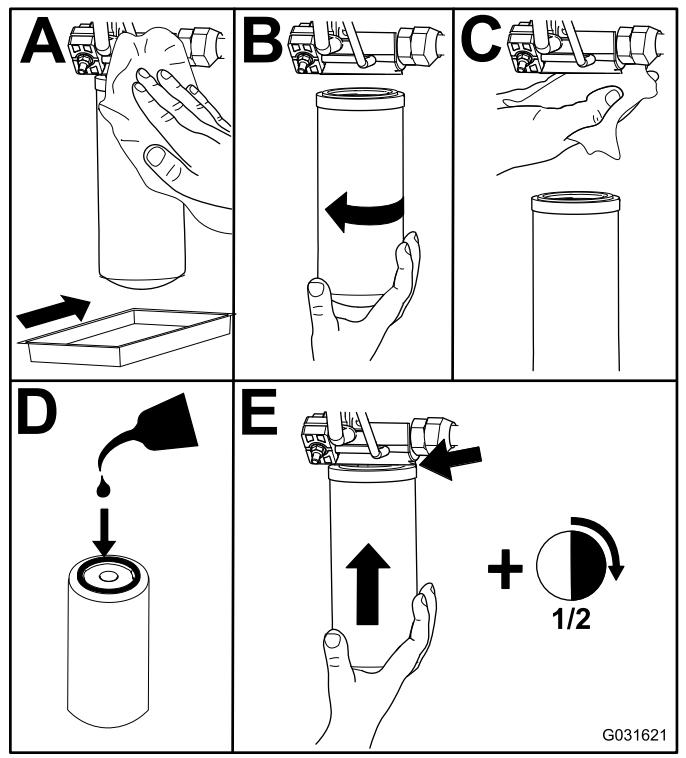

Figura 103
- Substitua os filtros hidráulicos (Figura 103).